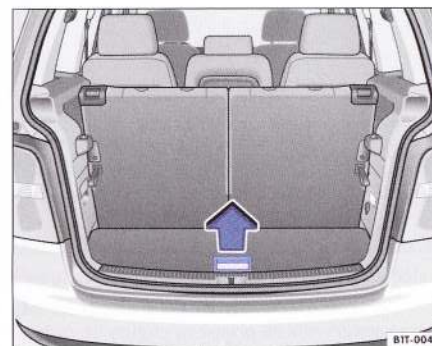

Fig. 100 Portbagajul: Capacul din podeava portbagajului (șase locuri).
- Rabatați partea din spate a podelei portbagajului în sensul săgeții ⇒ fig. 100 în față.